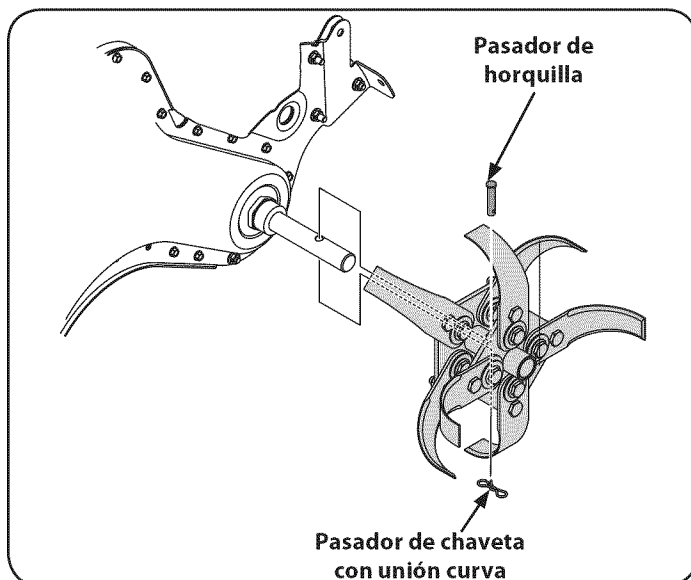

Figura 27
3. Para retirar un conjunto de dientes, simplemente saque el pasador de chaveta con unión curva que sujeta el pasador de horquilla. Vea la Figura 27.